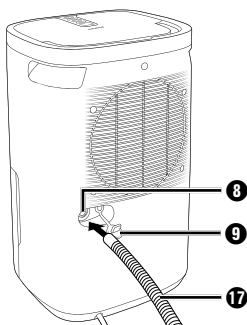

Fig. 2
- ◆ Sæt derefter den medfølgende drænslange **17** eller EU-haveslangeadapteren **18** på udløbsåbningen **8** (se fig. 2 + 3).